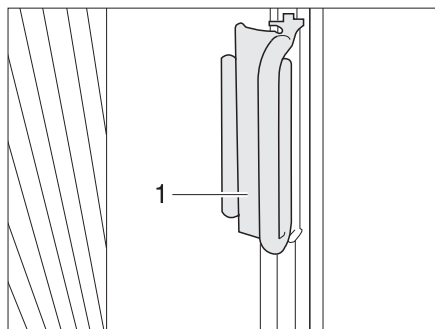

Fig. 13 Poignée du dispositif occultant plissé pour la fenêtre côté conducteur/passager
- Faire glisser les dispositifs occultants plissés pour les fenêtres côté conducteur et passager sur le module rapporté avec la poignée (Fig. 13,1). Le dispositif occultant plissé est bloqué.